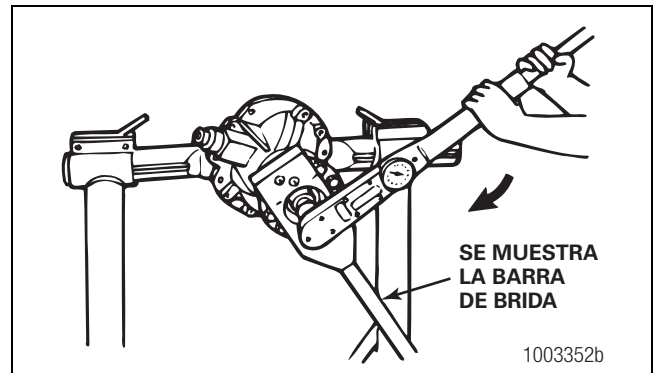

Figura 5.17
4. Sujete una barra de horquilla o brida a la horquilla o brida impulsora. La barra sujetará el piñón de mando en su posición cuando se apriete la tuerca. Figura 5.17.